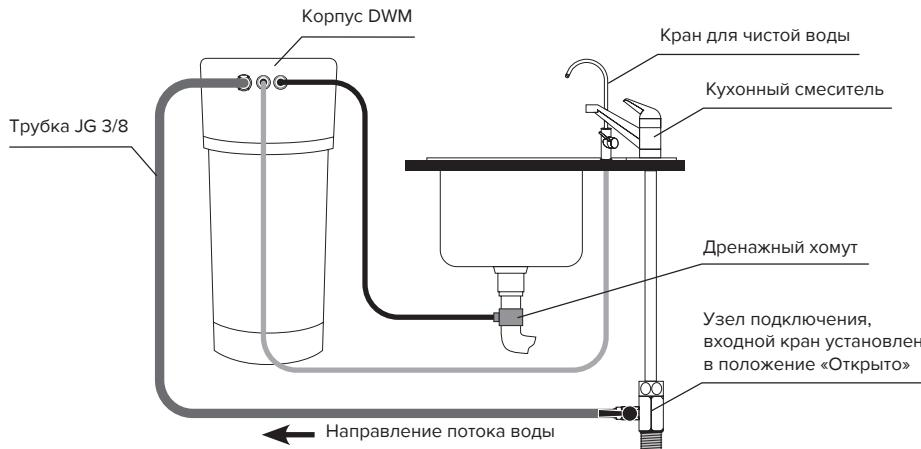

Рис. 3. Схема установки DWM
• Подсоедините подводящие трубы, следуя схеме на рис. 3.